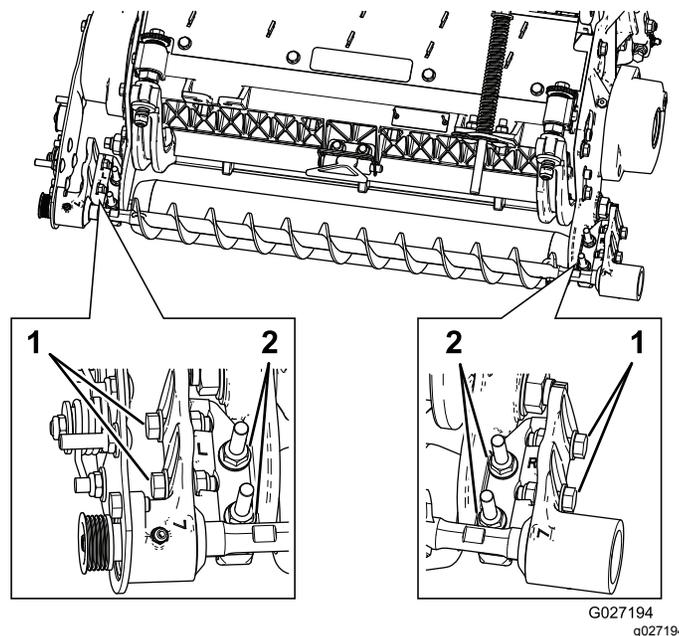

Рисунок 13
- Ослабьте две фланцевые контргайки, крепящие монтажный кронштейн щетки катка к боковой пластине режущего блока (Рисунок 13).
- Поверните корпус подшипника щетки катка так, чтобы пластина щетки была параллельна боковой пластине режущего блока (Рисунок 13).
- Затяните две фланцевые контргайки, крепящие монтажный кронштейн щетки катка к боковой пластине режущего блока (Рисунок 13).
- Ослабьте затяжку двух болтов крепления каждого из корпусов подшипника щетки катка к монтажному кронштейну щетки катка (Рисунок 13).